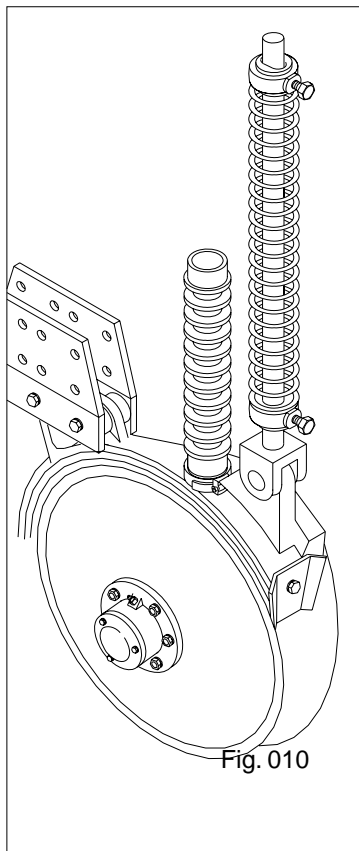

Fig. 010
- Disco doble (Fig. 010) es destinado a abrir el surco para la colocación del abono.